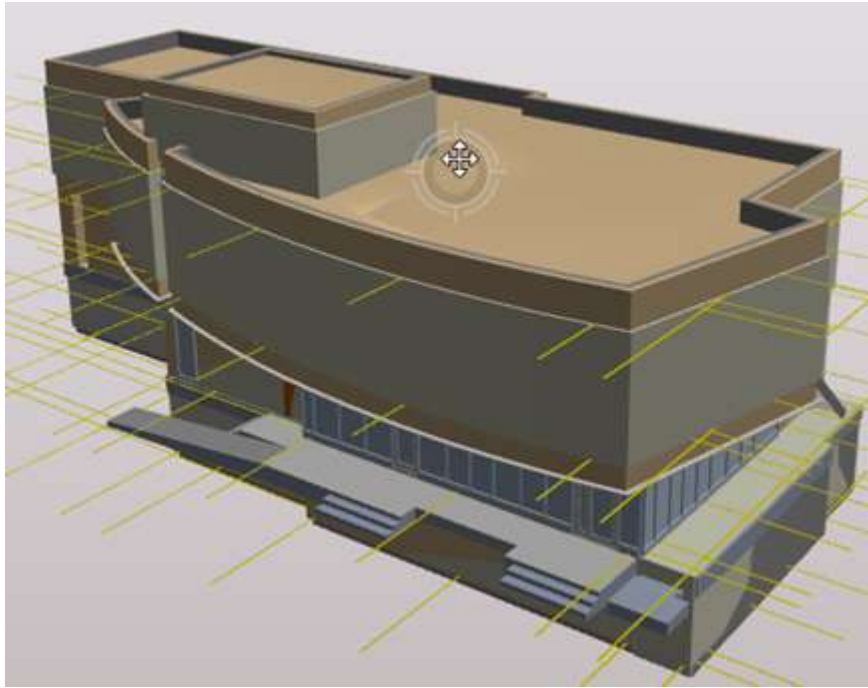

Рис. 215. Вращение модели
- Вращение модели - включение режима с помощью правой кнопкой мыши, управление - мышью (рис. 215).